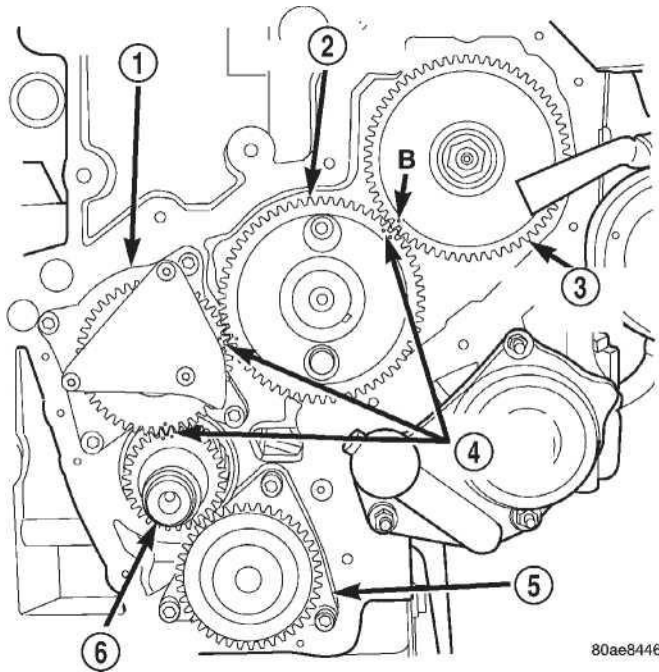

Рис. 84 Синхронизация отмечает
- (1) Разъедините отрицательный аккумуляторный кабель.
- (2) Удалите покрытие передачи синхронизации. Обратитесь к синхронизации демонтажа покрытия передачи и установки в этом разделе.
(3) Выровняйте все отметки синхронизации прежде, чем демонтировать вакуумный насос (Рис. 84).
(4) Удалите стопорные болты вакуумного насоса..
(1) Для установки вакуумного насоса выровняйте внешнюю часть передачи с внутренней частью с помощью отвертки или подобного инструмента, выровняйте с синхронизацией отметок на комплекте передачи и установите (Рис. 84). Крутящий момент соединяется болтом к 28 N-m (20 футов lbs.).
(2) Установите покрытие передачи синхронизации. Обратитесь к синхронизации демонтажа покрытия передачи и установки в этом разделе.
(3) Соедините отрицательный аккумуляторный кабель.